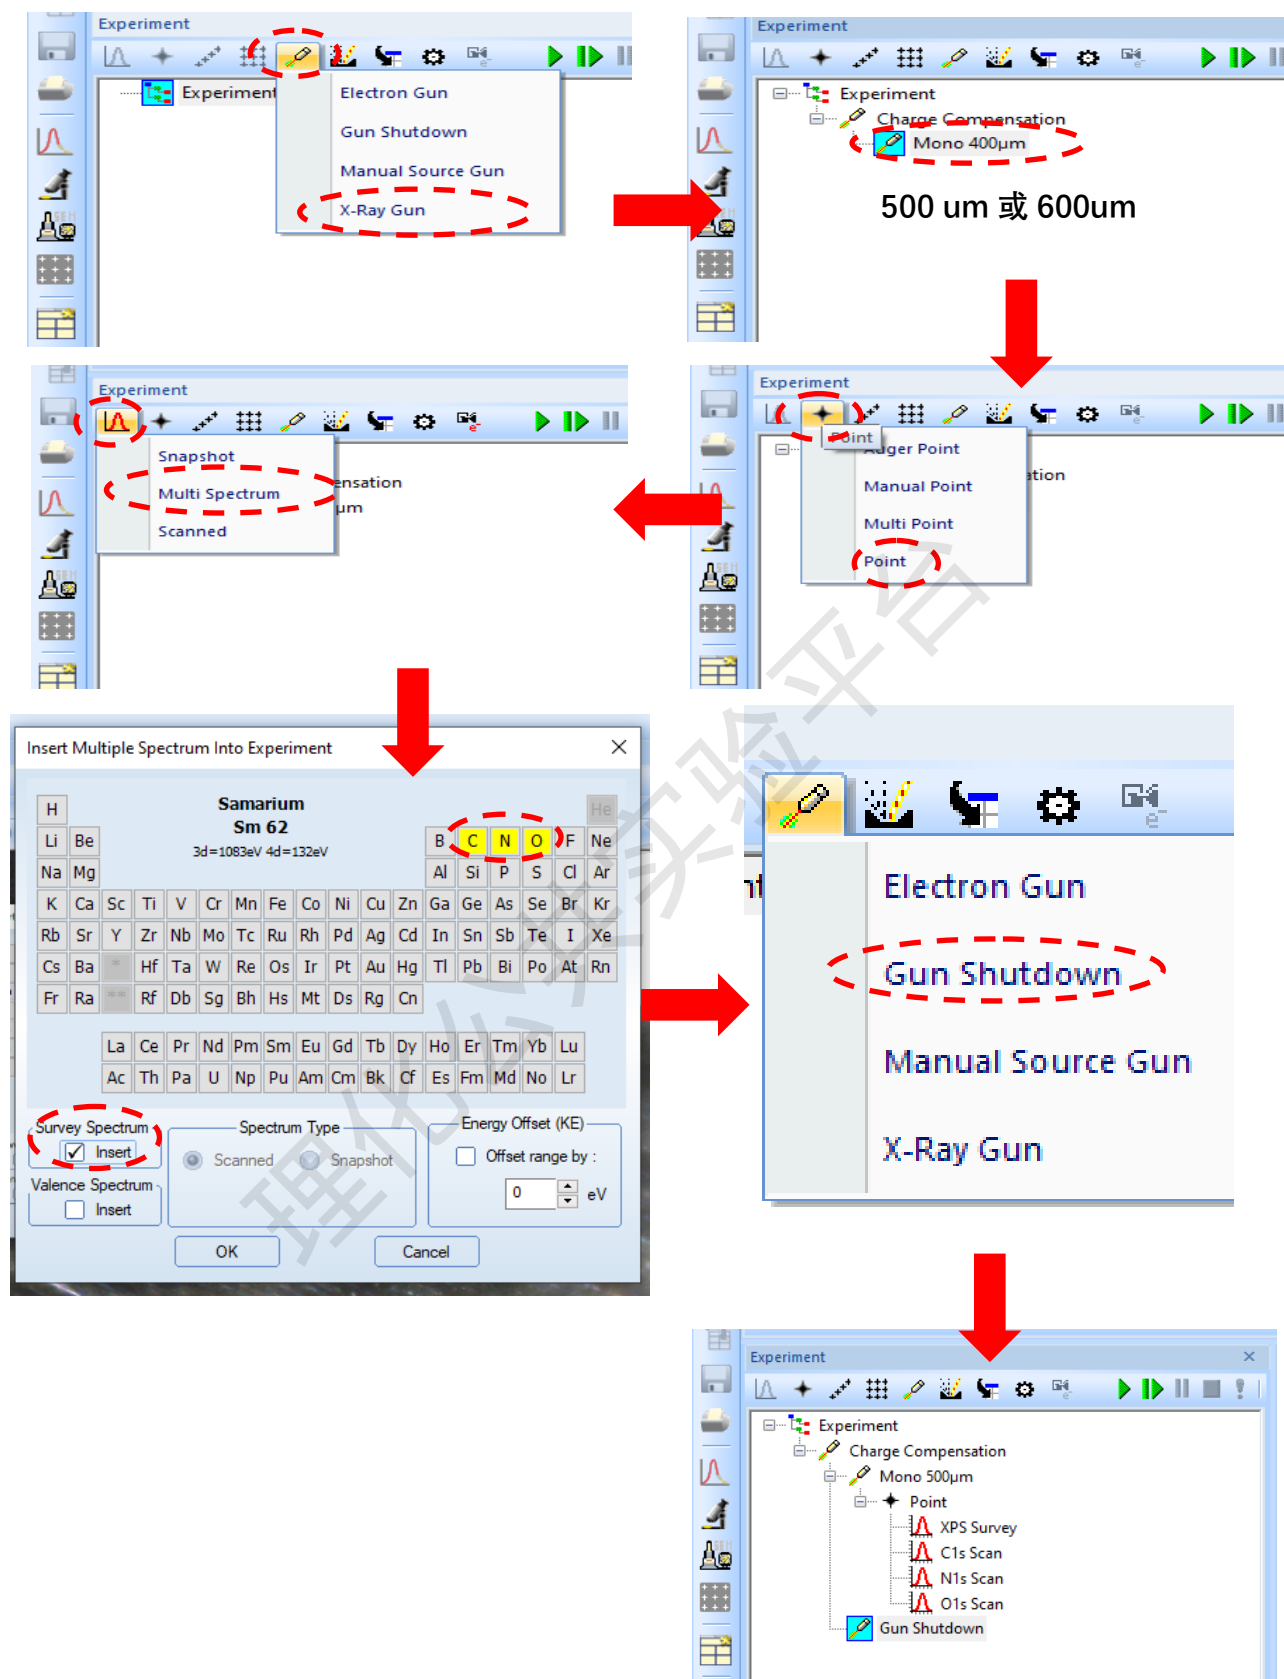

图 13 实验内容的设定步骤
- (2) 如图 13 所示, 依次插入所需实验内容:
- (2) 如图 13 所示，依次插入所需实验内容：